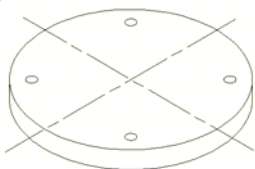

图 11-155 修剪图形
- 08 使用【直线】命令，配合【捕捉切点】功能绘制两条线段分别连接两个轴测圆，并使用【修剪】命令，修剪图形，结果如图 11-155 所示。